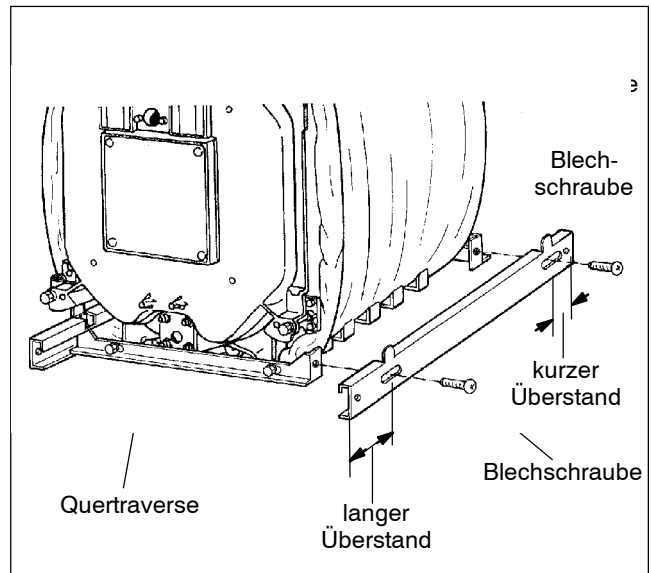

Abb. 35
- Sockelblende mit dem langen Überstand nach vorne in die unteren Traversen einhängen (Abb. 35).
- Sockelblenden seitlich mit Blechschrauben an den Quertraversen anschrauben (Abb. 35).
- Haken der Scharniere an der Seitenwandklappe in die Ausstanzung der vorderen Seitenwand einhängen und mit Blechschrauben sichern (Abb. 35).